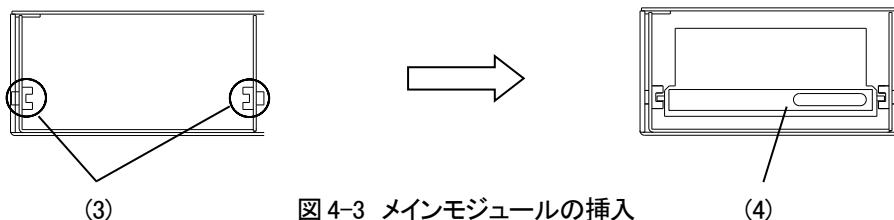

図 4-3 メインモジュールの挿入
(4) 筐体前面のスロット内部に異物がないことを確認しメインモジュールを挿入します。
- ・図4-3 (3)のスロットに、メインモジュールの基板を滑り込ませます。
(5) 奥までメインモジュールを押し込みます。
- ・その際、図 4-3 (4)の辺り(正面パネルの下側)を押すようにしてください。
(6) 前面パネルを取り付けます。